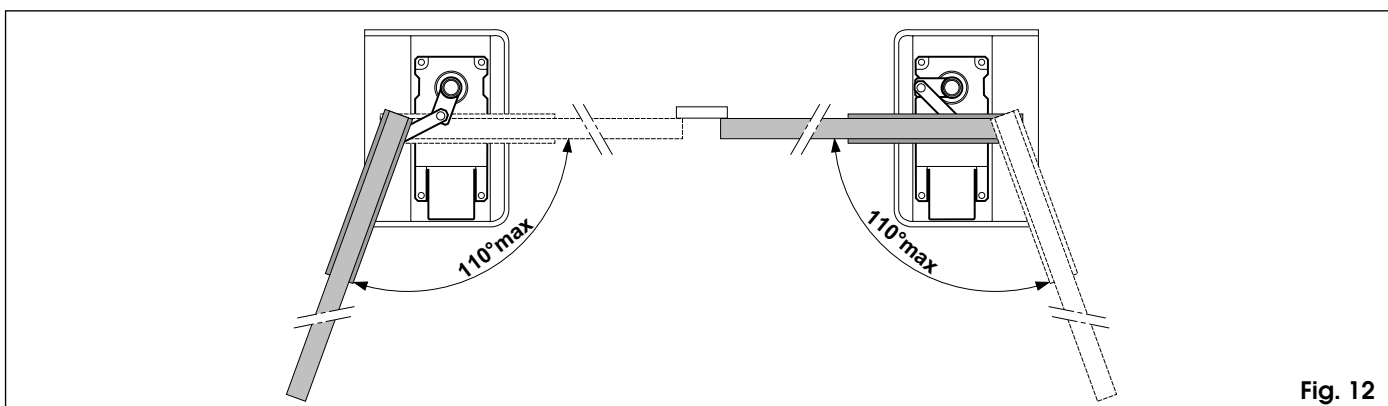

Fig. 12
N.B.: Pour une installation correcte, l'opérateur doit être positionné comme indiqué fig. 12.